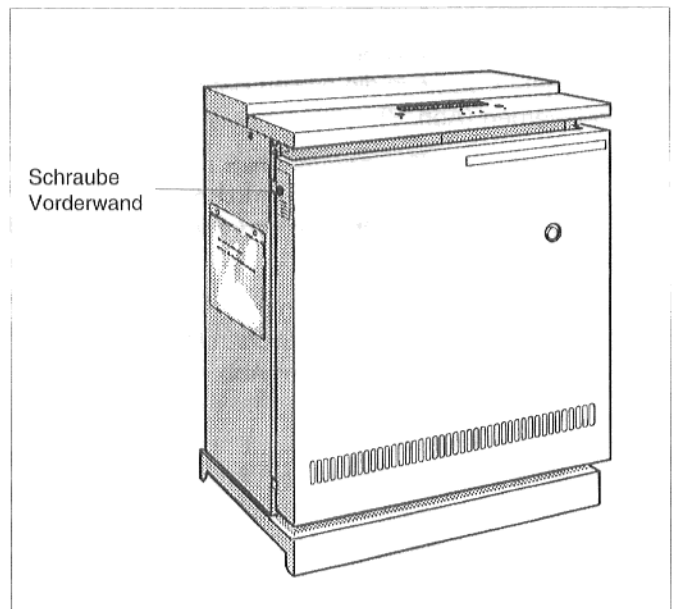

Abb. 4: Kesselvorderwand abnehmen
- Sicherungsschrauben links und rechts in der Kesselvorderwand herausdrehen (Abb. 4). Kesselvorderwand nach oben abnehmen.